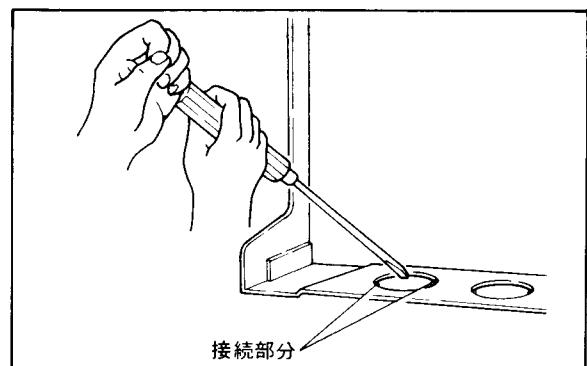
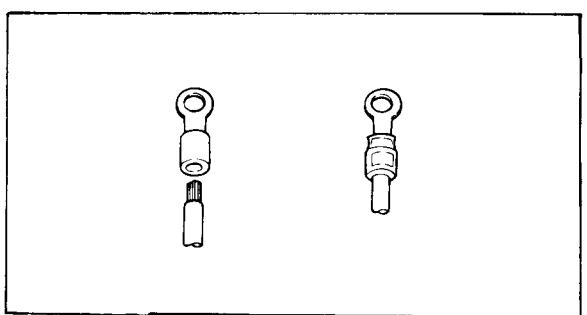

図10-1 半抜き配線穴のあけ方
図10-2 圧着端子
- (1) すべてのスイッチをOFFにして、本器の背面カバーをはずして配線します。
- (2) 配線穴は上下1箇所ずつあけてありますが、必要に応じて半抜き配線穴を使用します。
- (a) \ominus ドライバの先を、半抜き穴の2箇所の接続部からはずれた円周上におき、手でドライバの柄を強くたたくと抜けます(図10-1)。
- (3) 線は600Vビニル絶縁電線(JIS C3307)と同等以上の性能を持つ電線、あるいはケーブルを使います。
- (4) 熱電対入力の場合、熱電対素線を端子に接続するのが望ましいが、距離が長い場合、一般的に補償導線が用いられます。
- (5) 線の端末は絶縁スリーブ付き圧着端子(4mm ねじ用)を推奨します(図10-2)。